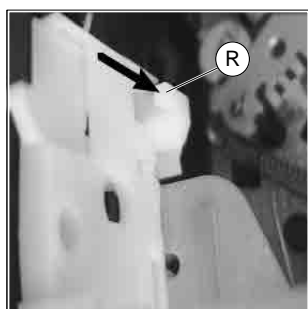
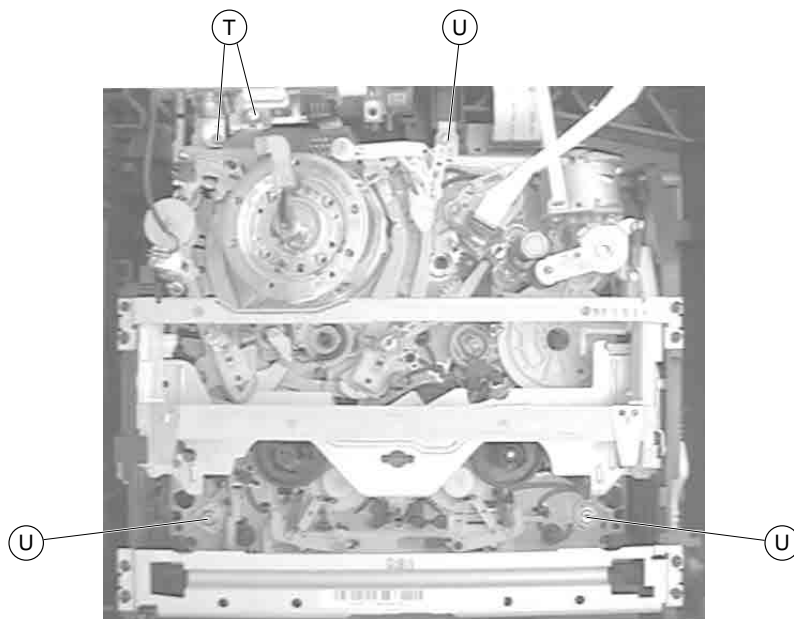

Fig. 9
Fig. 11
- Schrauben (T) entfernen, Steckverbindungen lösen und Kopfverstärker nach oben herausziehen (Fig. 11).
- Arretierungen (R) (Fig. 9) und (S) (Fig. 10) des Cassettenschachtes lösen und diesen dabei so weit nach innen schieben, bis die Schrauben (U) (Fig. 11) zugänglich sind.
- Schrauben (U) entfernen (Fig. 11) und gegebenenfalls Steckverbindungen zur Elektronik lösen.
- Undo the screws (T), unplug the connectors and raise the Head Amplifier to remove it (Fig. 11).
- Release the locks (R) (Fig. 9) and (S) (Fig. 10) of the cassette compartment and move it inwards to gain access to the screws (U) (Fig. 11).
- Undo the screws (U) (Fig. 11) and unplug the connectors to the electronics if necessary.